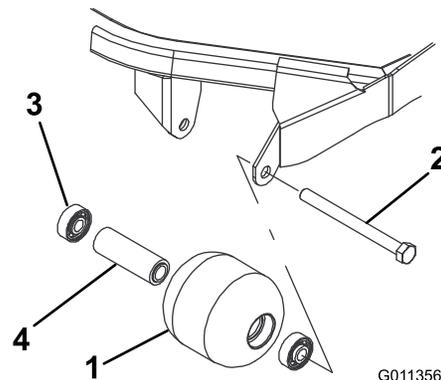

図 73
1. ローラ取り付けボルトを外す **図 73**。
4. ローラハウジング、ベアリング、ベアリングスペーサに破損がないか点検する **図 73**。破損している部品を交換し、組み立てを行う。
1. 第一のベアリングをローラハウジングに押し込む **図 73**。アウターレースのみを押すか、インナーレースとアウターレースを均等に押すかする。
2. スペーサを入れる **図 73**。